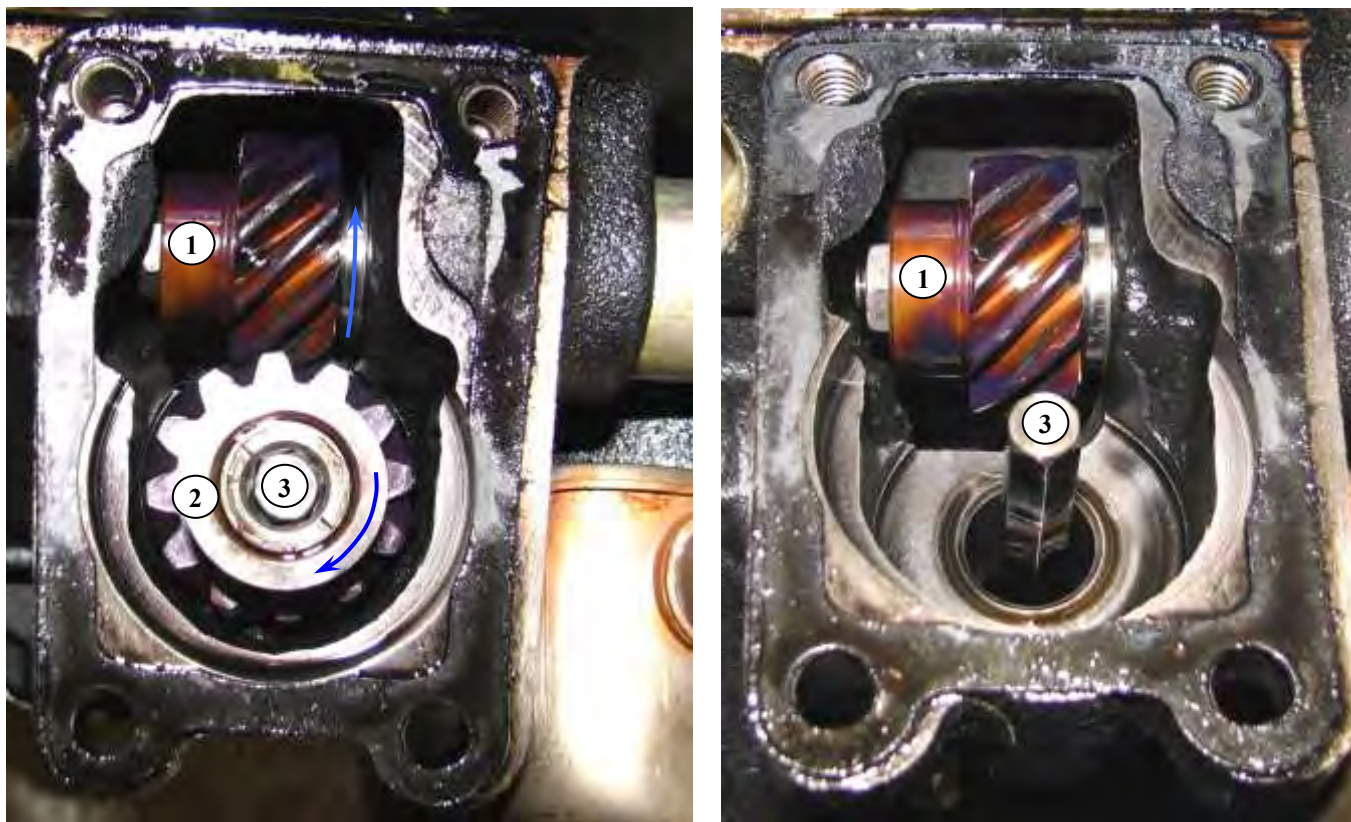

Рис.35. Шестерни привода масляного насоса:
**Привод масляного насоса (рис.35)** – осуществляется парой шестерен с винтовыми зубьями от промежуточного вала.